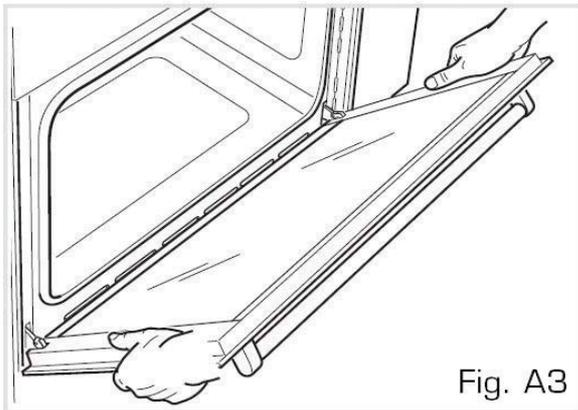

Fig. A3
3. Maintenez la porte à deux mains (fig. A3).